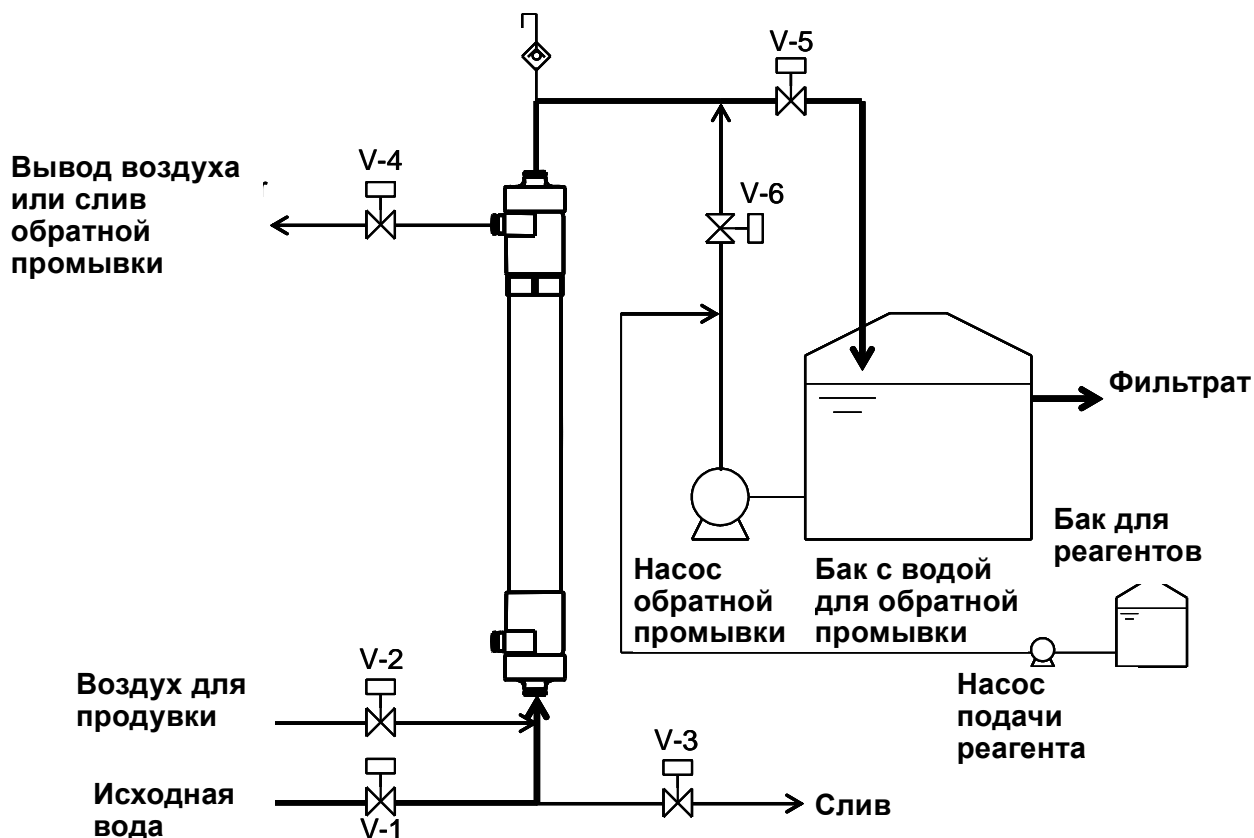

Рис. 6. Пример стандартной организации трубопроводов
5. Подсоедините трубопроводы к каждой точке подключения УФ модуля с помощью разъемных болтовых муфт (HFU-2020N, HFU-1020N) или обжимных соединений (HFU-2008N, HFU-1010N) (см. рис. 6). Максимальный момент затяжки разъемной болтовой муфты не должен превышать 40 Нм. Если вы затягиваете или ослабляете разъемные болтовые муфты или обжимные соединения, то перед началом работ убедитесь, что вокруг достаточно свободного места. Соблюдайте осторожность, чтобы не пораниться при вращении или не прищемить пальцы.